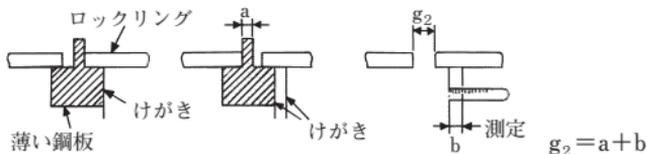

図79 測定例
- (2) 受口と挿し口のすき間は狭いので、図79の方法で測定すると便利である。